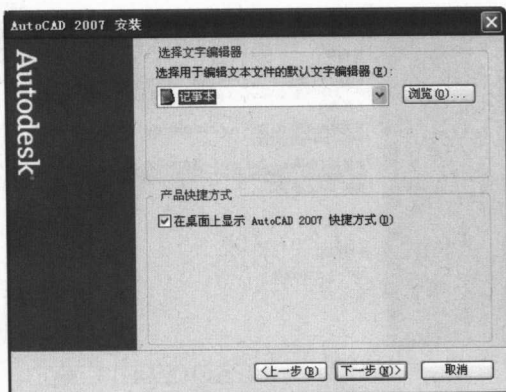

图 1-9 “选择文字编辑器”对话框
(8) 在“选择文本编辑器”对话框中,如图 1-9 所示,可以指定 AutoCAD 2007 默认的文本编辑器。默认情况下使用的是 Windows 操作系统自带的“记事本”,一般不用更改,直接单击【下一步】按钮即可。